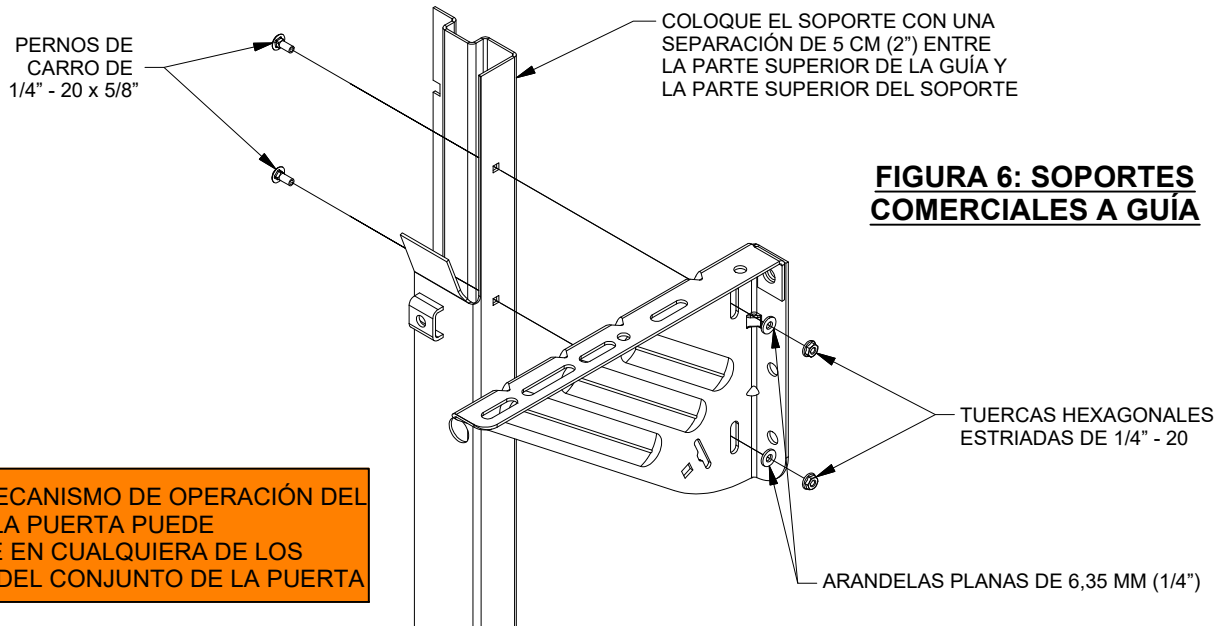

FIGURA 6: SOPORTES COMERCIALES A GUÍA
► Sujete los soportes comerciales a las guías, situando la parte superior del soporte 5 cm (2") debajo de la parte superior de la guía. Use 2 pernos de carro de 1/4" - 20 x 5/8", 2 tuercas hexagonales estriadas de 1/4" - 20 y 2 arandelas planas de 6,35 mm (1/4") para el extremo tensor y el extremo no tensor (impulsor) de cada soporte para la operación de empuje manual. **Vea la figura 6.**